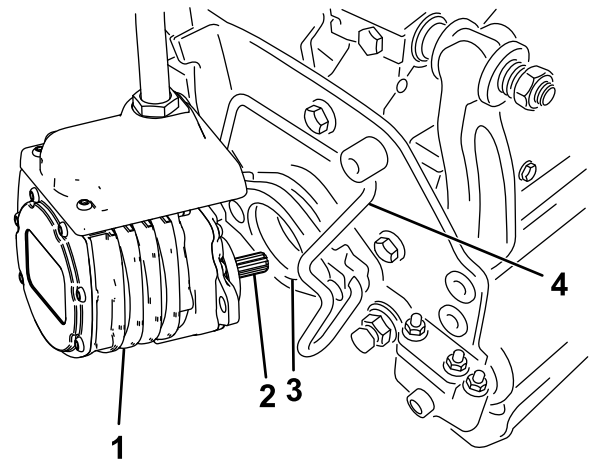

Figura 53
6. Revista o veio estriado do motor da unidade de corte com massa lubrificante limpa (Figura 53).
7. Insira o motor no lado esquerdo da unidade de corte (visto da posição do operador) e empurre a barra de retenção do motor na unidade de corte na direção do motor até ouvir um “clique” de ambos os lados do motor (Figura 53).